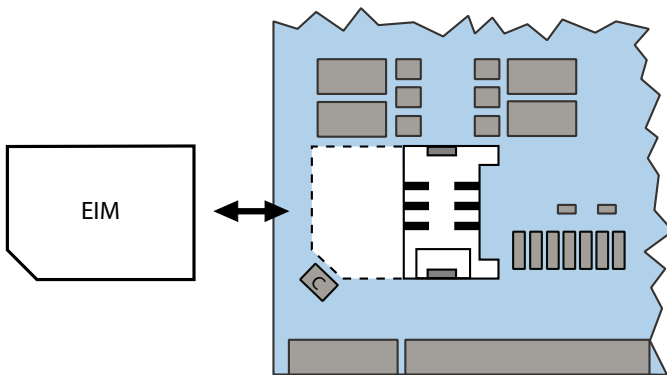

Fig. 80 EIM-Karte
4. Schieben Sie die neue EIM-Karte unter den Führungslaschen hindurch bis zum Anschlag in den Chipkartenhalter. Achten Sie darauf, dass sich die Kontakte der EIM-Karte unten befinden und dass die abgeschrägte Ecke der EIM-Karte gegen den Rand der Call-Manager-Karte zeigt und nicht auf dem Kondensator (C) aufliegt (siehe Fig. 80).